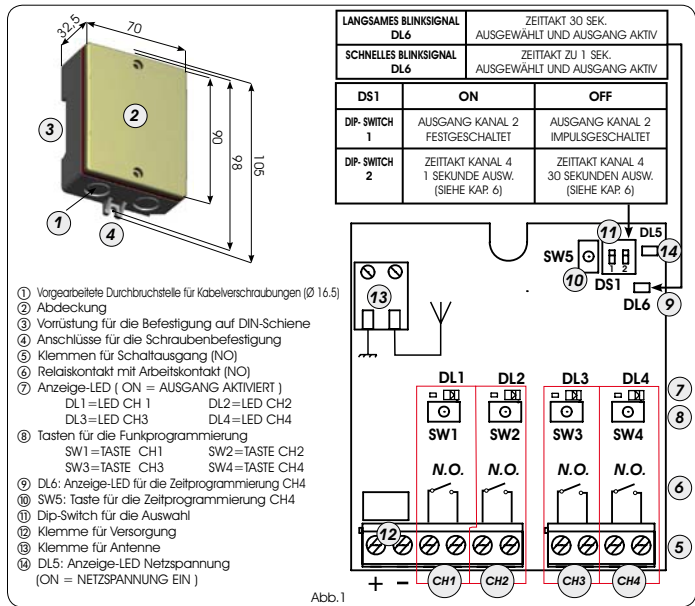

Abb.1
- 2) Appuyer 10 fois sur la touche SW5 (Fig.1 réf. ⑩).
- 2) Appuyer 20 fois sur la touche SW5 (Fig.1 réf. ⑩).
- 2) Die Taste auf dem Empfänger (Abb. 1 Bez. ⑧) für den Kanal, der mit der Funksteuerung kombiniert werden soll, 1 Sekunde lang drücken.
- 3) Die entsprechende LED am Empfänger (Abb. 1 Bez. ⑦) beginnt 5 Sekunden lang langsam zu blinken.
- 5) Die LED (Abb. 1 Bez. ⑦) am Empfänger leuchtet mit Dauerlicht 1 Sekunde lang auf und erlischt dann als Zeichen für die erfolgte Einspeicherung.
2) Die Taste auf dem Empfänger (Abb. 1 Bez. ⑧) für den Kanal, der mit der Funksteuerung kombiniert werden soll, 1 Sekunde lang drücken.
5) Die entsprechende LED am Empfänger (Abb. 1 Bez. ⑦) beginnt 5 Sekunden lang langsam zu blinken.
7) Die LED auf der Karte (Abb. 1 Bez. ⑦) leuchtet mit Dauerlicht 1 Sekunde lang auf und erlischt dann als Zeichen für die erfolgte Einspeicherung.
1) Die Taste auf dem Empfänger (Abb. 1 Bez. ⑧) für den Kanal, der mit der Funksteuerung kombiniert werden soll, 1 Sekunde lang drücken.
2) Die entsprechende LED am Empfänger (Abb. 1 Bez. ⑦) beginnt 5 Sekunden lang langsam zu blinken.